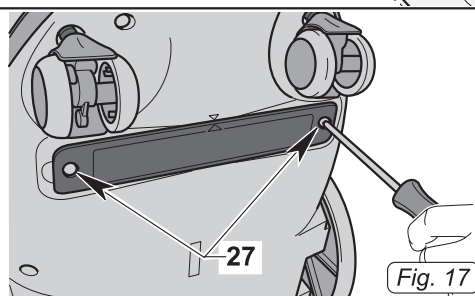
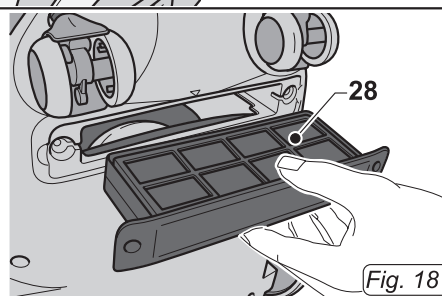

Fig. 17
Fig. 18
- Den Staubsauger umkippen, die Schrauben (27 Abb. 17) lösen und den Filter (28 Abb. 18) entfernen.